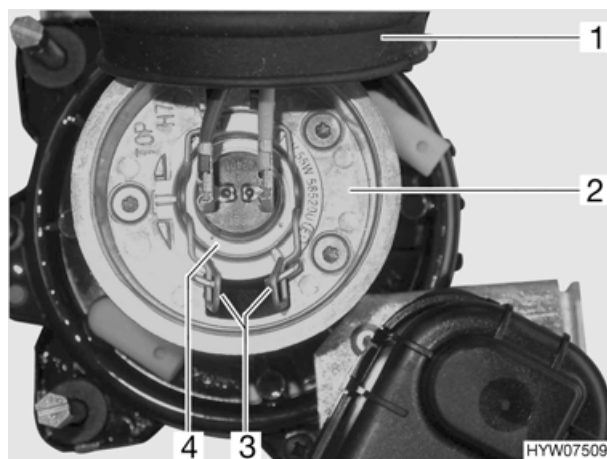

Bild 96 Abblendlicht
- Gummikappe (Bild 96,1) vom Lampengehäuse (Bild 96,2) ziehen.
- Die Metallbügel (Bild 96,3) zusammendrücken und aus der Halterung schwenken.
- Glühlampe (Bild 96,4) mit Kabel dem Lampengehäuse entnehmen.